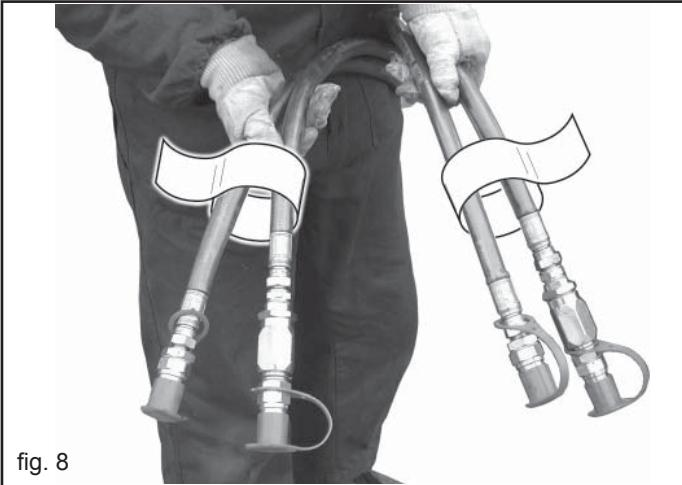

fig. 8
- 3) Collegare correttamente i tubi oleodinamici ai distributori del trattore (vedi capitolo 4.3) seguendo l'indicazione riportata su ogni tubo (Fig. 8).